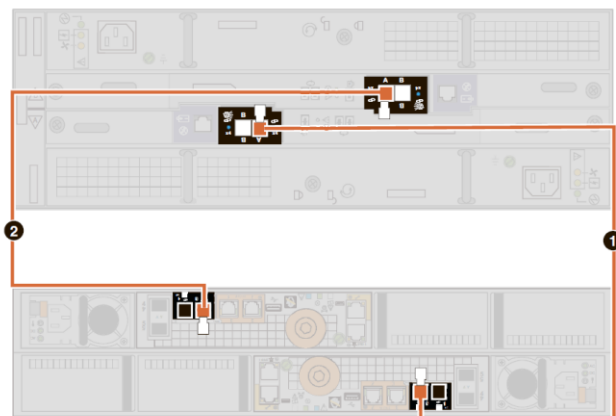

Рисунок 37. Пример подключения процессорной полки с дисками к 15-дисковой полке.
- 2.1. Соедините порт 0 процессора СХД А, расположенного в нижнем разьеме процессорной полки с дисками, с портом А контроллера дисковой полки А (LCC А), расположенного внизу дисковой полки. Рисунок 37: маркер 1.
2.2. Соедините порт 0 процессора СХД В, расположенного в верхнем разьеме процессорной полки с дисками, с портом А контроллера дисковой полки В (LCC В), расположенного вверху дисковой полки. Рисунок 37: маркер 2.